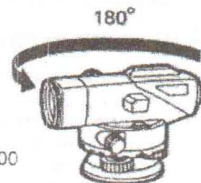

Рис. 7.1
- 2) Поверните инструмент на 180° (или 200°) (рис. 7.1).